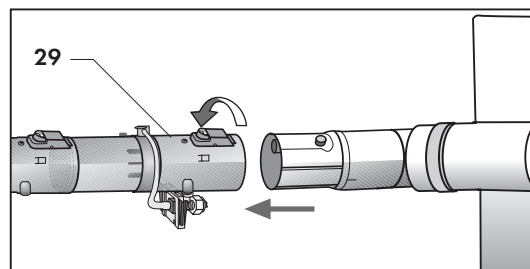

Abb. 14
- das Aufnahmeteil des Zerstäubers in das Steckteil der Bürste stecken und den Arretiering drehen um beide Teile zu blockieren **(Abb. 14)**